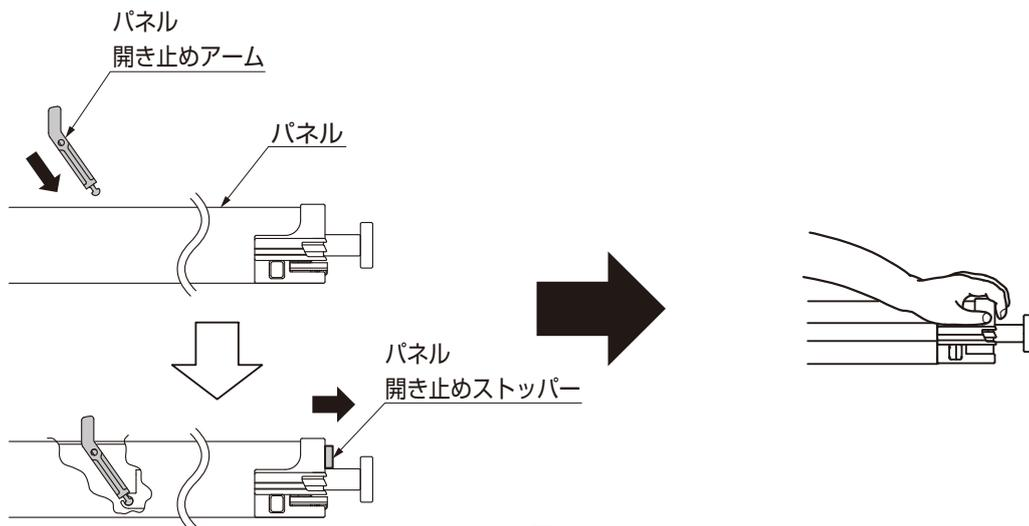

図7-14
- パネル開き止めアームを差込む際、パネル開き止めストッパーが動いてしまい、パネル開き止めアームが差込めない場合があります。その時は、パネル開き止めストッパーが下に動かないように手でおさえてパネル開き止めアームを差込んでください。(図7-14参照)